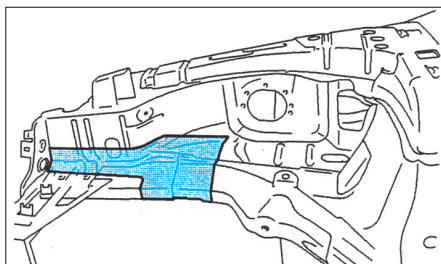

FIG. 47
- Appliquer une couche d'antigravillonnage (Fig.47).